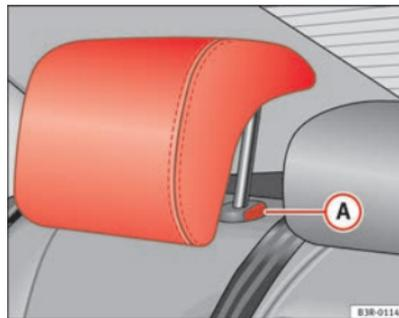

Abb. 113 Hintere Seiten-sitzplätze: Kopfstützen
- Drücken Sie den Knopf **(A)** ⇒ Abb. 113 und führen Sie die Kopfstütze nach unten.
- Drücken Sie auf die Taste **(A)** ⇒ Abb. 113 und ziehen Sie gleichzeitig die Kopfstütze heraus. ▶